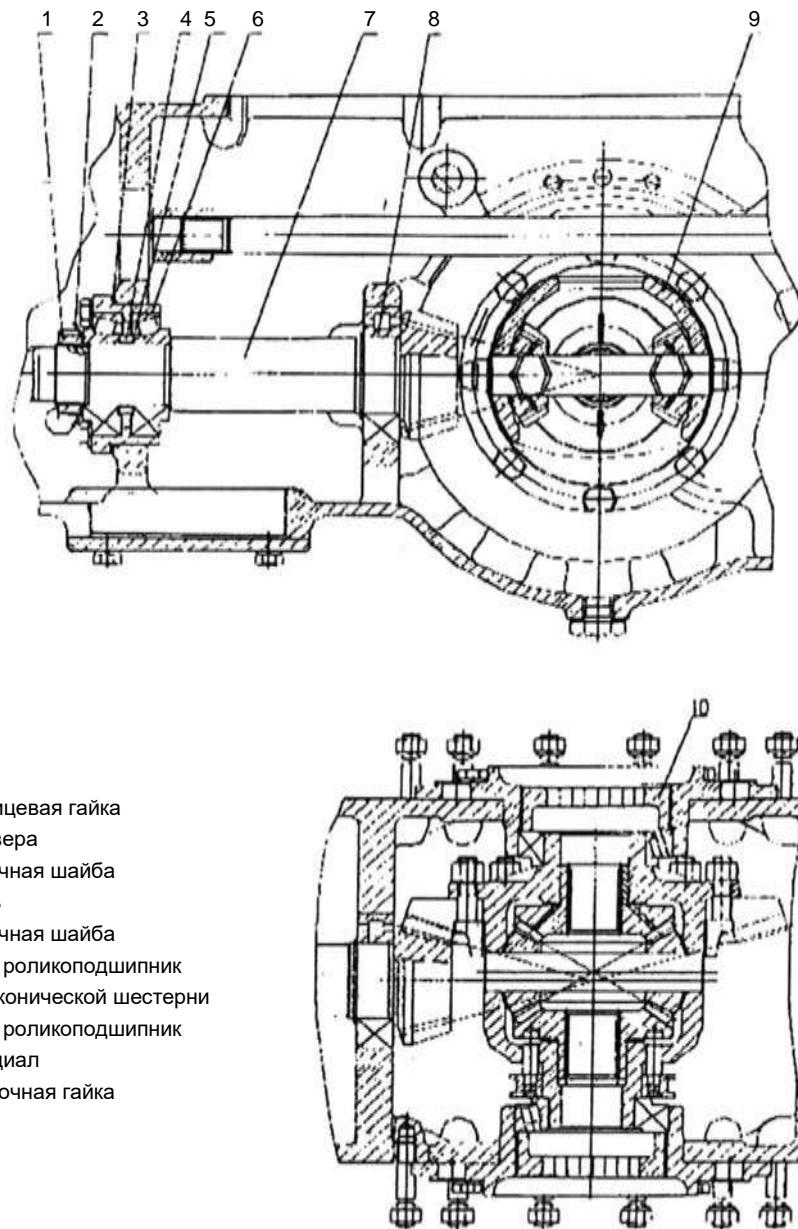

Рис. 6-5. Центральный привод
Центральная передача состоит из пары цилиндроконических шестерней (Рис. 6.5). Задний конец вала малой конической шестерни (7) поддерживается коническим роликоподшипником (6). Передний конец – поддерживается цилиндрическим роликоподшипником (8). Шлицы вала - соединяются с коробкой передач.
#### (1) Регулировка вала малой конической шестерни (Рис. 6-5)
Чтобы отрегулировать: затяните левую и правую регулировочную гайку (10) (Рис.6-5), чтобы осевая сила подшипников была около 350 Н.